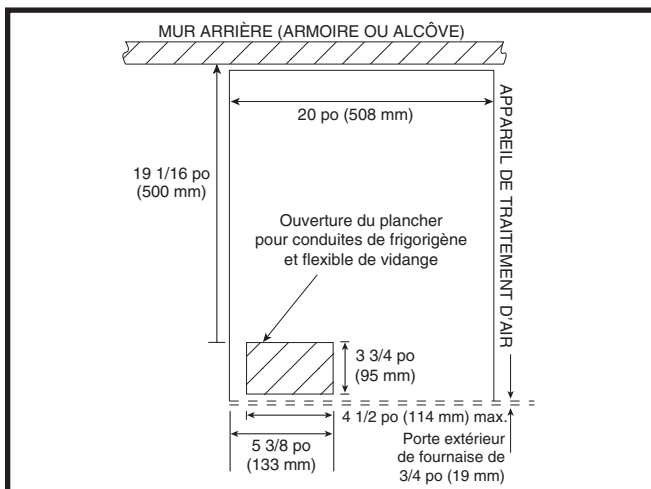

Figure 7. Emplacement de l'ouverture dans le plancher pour les conduites de frigorigènes et les boyaux d'évacuation
3. Au besoin, fabriquez une plaque pour adapter le serpentin à l'ouverture d'évacuation d'air. Consultez la Figure 7 pour les dimensions du serpentin.
8. Découpez les ouvertures du plancher pour les conduites de frigorigène et la conduite d'évacuation. Voyez la Figure 7.
2. Retirez la débouchure du coin inférieur droit de la fournaise et découpez un trou de la bonne dimension dans le plancher. Voyez la Figure 7. **REMARQUE** : Pour l'armoire en option, reportez-vous aux directives d'installation pour voir les détails de l'assemblage.